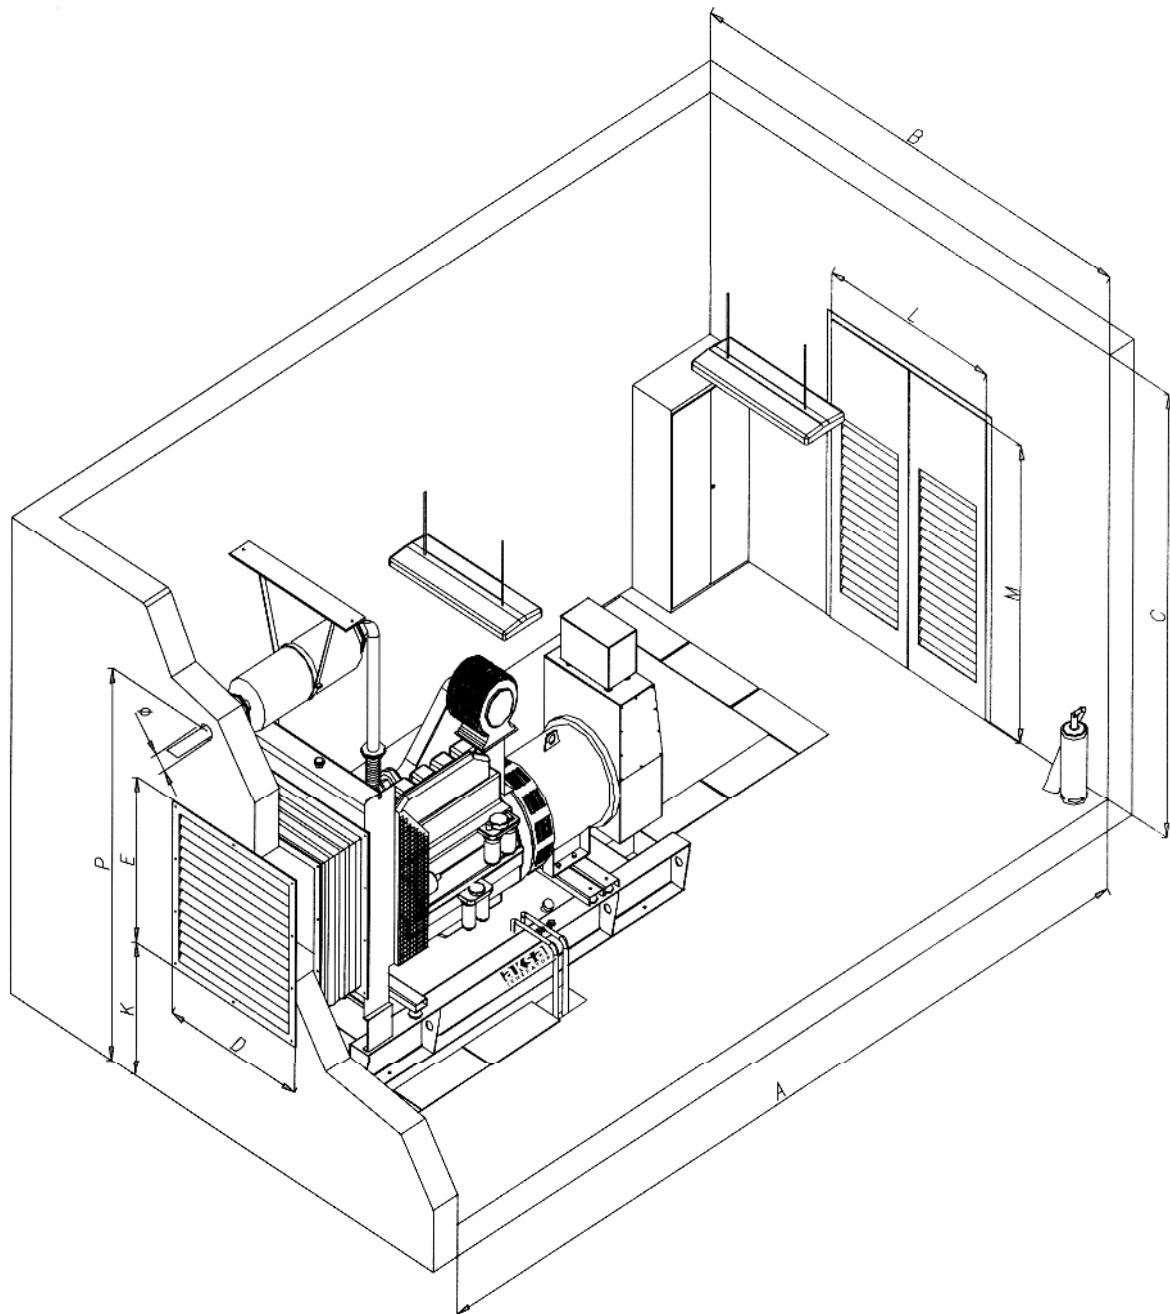

Рисунок 5.5 Помещение для электростанции
- ! Выхлопные трубопроводы должны опираться на конструкции здания для предотвращения статических нагрузок на коллектор двигателя и турбонагнетатель. С этой целью необходимо применение растягивающих элементов (см. рисунок 5.5)
Таблица 5.1.1 Размеры электростанции “АКСА” открытого исполнения и помещения, размеры входных и выпускных отверстий для воздуха и размеры выхлопной трубы (См. рис. 5.5. – Помещение для электростанции). Без шумозащиты, на одну установку.